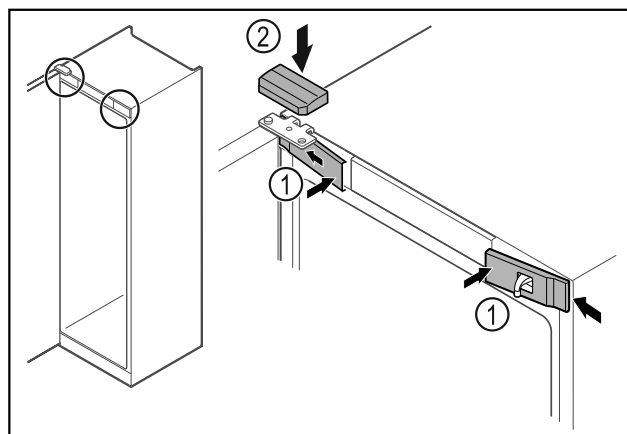

Fig. 38
- Akassza be oldalt az előlső burkolatokat *Fig. 38 (1)*, majd pattintsa be.
- Felülről pattintsa be a felső burkolatot *Fig. 38 (2)*.